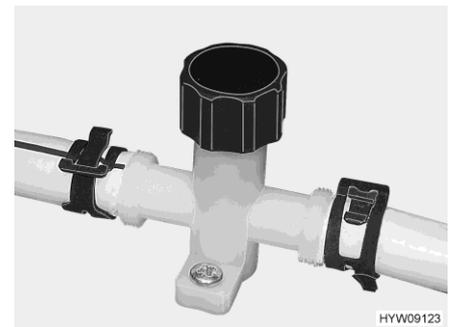

Bild 121 Ablasshahn (Wasserleitung)
- Ablasshähne schließen. Dazu die Kappe des Ablasshahns (Bild 121) im Uhrzeigersinn drehen.